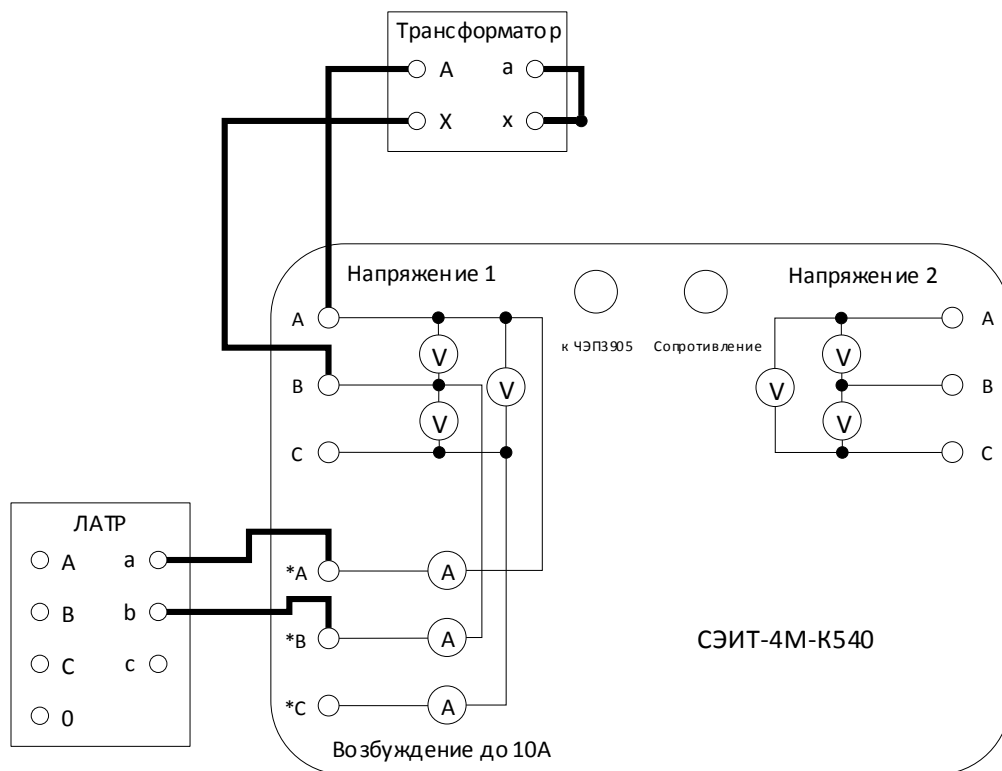

Рис. 20. Схема соединений для однофазного опыта КЗ.
5.4.3. Для проведения опыта с однофазным трансформатором собирается схема, представленная на рис. 20.